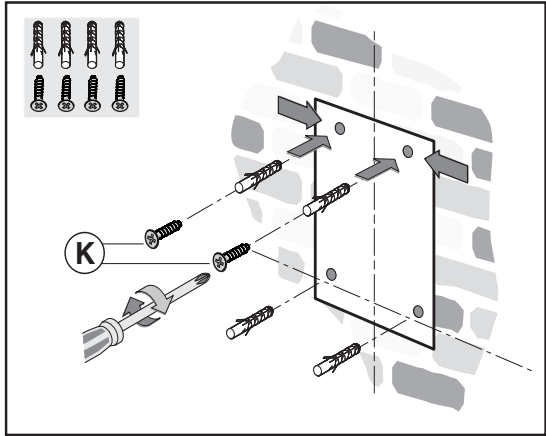

Fig.3
- Segnare ed eseguire i fori di fissaggio (fig.3).
- Fissare le 2 viti superiori **K** senza avvitare completamente e tasselli ad espansione (fig.3).